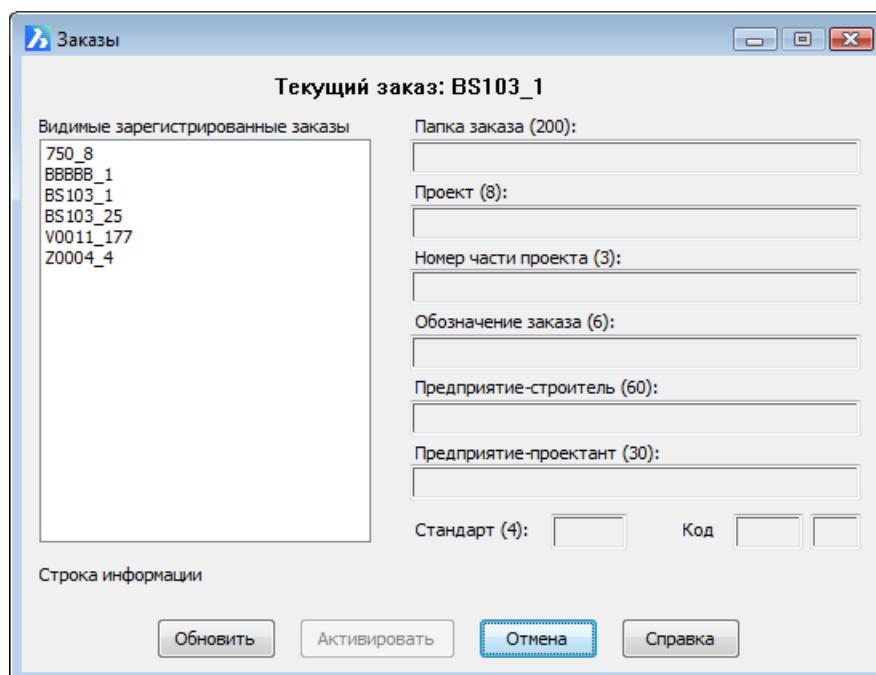

Рисунок 13. Диалоговое окно **Заказы**
Команда активации открывает диалоговое окно **Заказы** (рис. 13). В начальном состоянии кнопка **Активировать** отключена.
**Внимание!** Диалоговое окно **Заказы** (см. рис. 13) является немодальным (можно выполнять другие команды системы, не закрывая окна). Окно имеет кнопку свертывания.